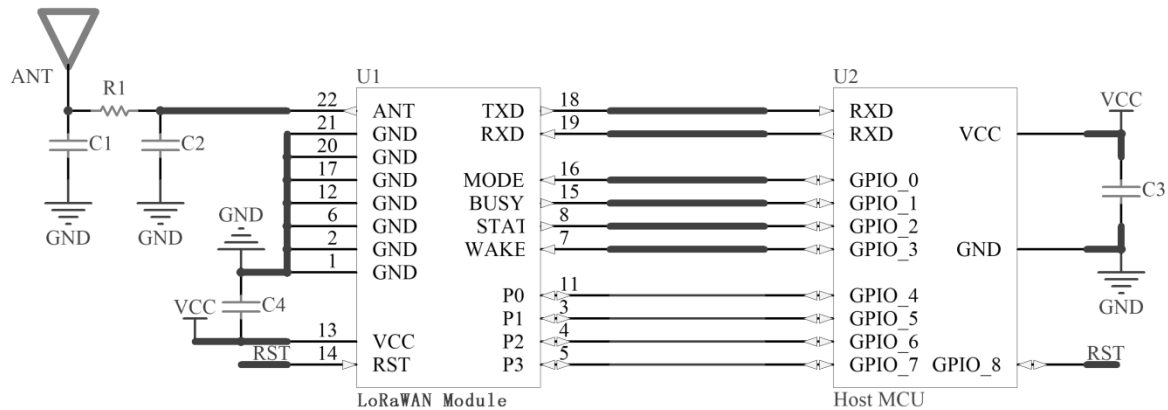

图 5-1 LSD4WN-2L717M90 典型时序应用电路
- 2: 不需低功耗时，图 5-1 中 WAKE 直接拉高，需要低功耗时，需连接 Host MCU 引脚控制。